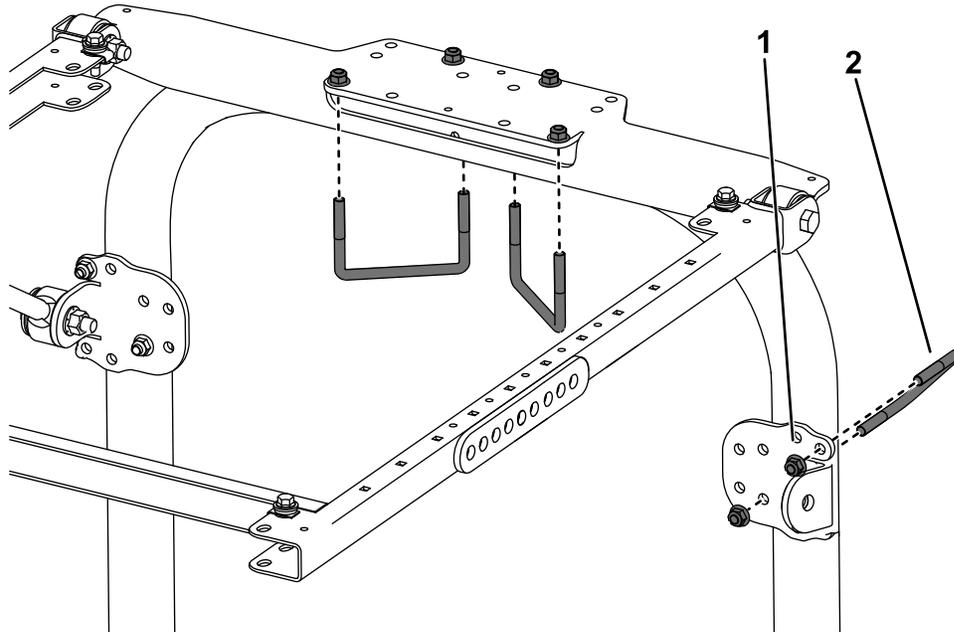

Figura 40
3. Utilizzando i fori di montaggio illustrati nella Figura 40, fissate, senza serrarla, ciascuna delle staffe di ancoraggio ai montanti del roll bar con un bullone a U ($3\frac{1}{8}$ " x 5") e 2 dadi flangiati.